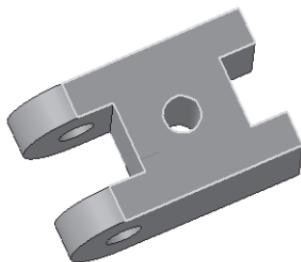

Рис. 220
- выделите верхнюю грань (рис. 220);
- с помощью команды – Повернуть разверните деталь так, чтобы нижнее основание оказалось вверху. Выделите основание. Постройте окружность радиусом 10 мм и вырежьте на расстояние 5 мм (аналогично верхнему основанию, используйте рис. 220–222);